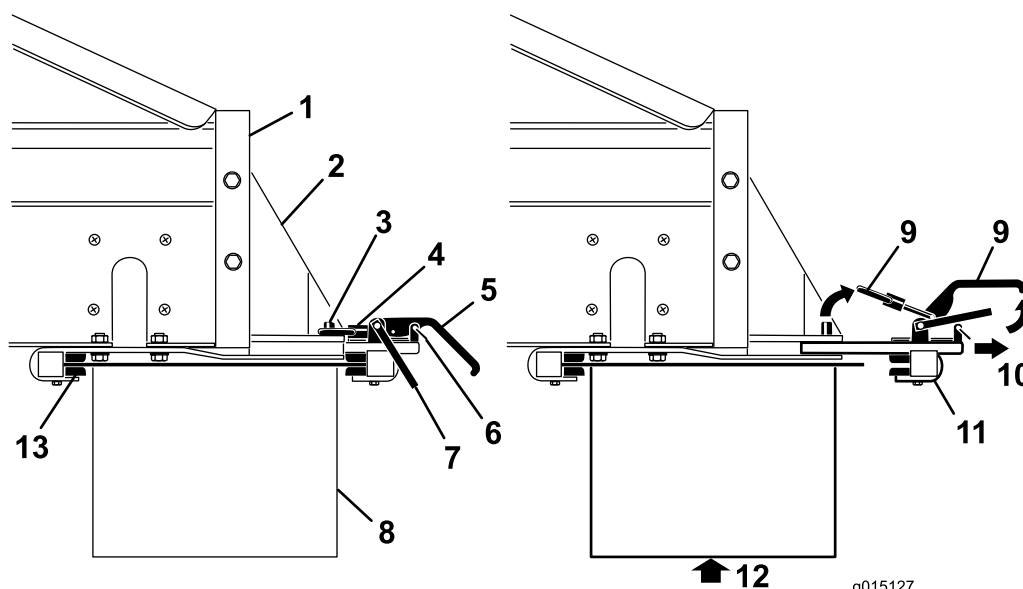

Figura 41
1. Retire os cliques do fecho de segurança das pegas da barra de ligação (Figura 41).
2. Levante o trinco de segurança, depois levante as pegas da barra de ligação do acessório e liberte os anéis de bloqueio dos pinos de bloqueio (Figura 41).
3. Deslize o grampo traseiro de ligação do acessório para fora das ranhuras de ligação rápida (Figura 41).
4. Com ajuda, insira a borda frontal do rotor duplo por cima e por baixo da traseira da máquina para a frente dos grampos nos suportes (Figura 41).
5. Apoiando o rotor duplo, deslize o grampo traseiro de ligação do acessório para as ranhuras nos suportes, e por cima da parte de trás (Figura 41).
7. Instale os cliques do fecho de segurança nas pegas do grampo (Figura 41).